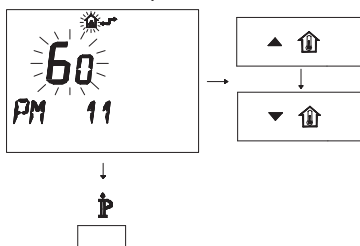

Fig. 5.58
- Per modificare il SET programmato agire sui pulsanti $\blacktriangle \uparrow$ o $\blacktriangledown \downarrow$ e aspettare che il numero programmato cominci a lampeggiare (Fig. 5.58). Ogni passo incrementato o decrementato corrisponde a 1 secondi.